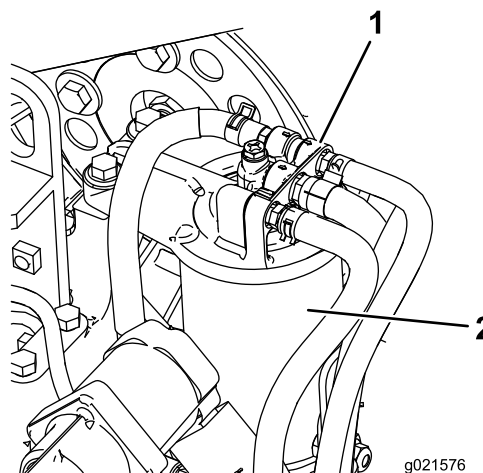

Figura 70
1. Pulite le superfici circostanti la testa del filtro del carburante (Figura 70).
2. Togliete il filtro e pulite la superficie di montaggio della testa del filtro (**Figura 70**).